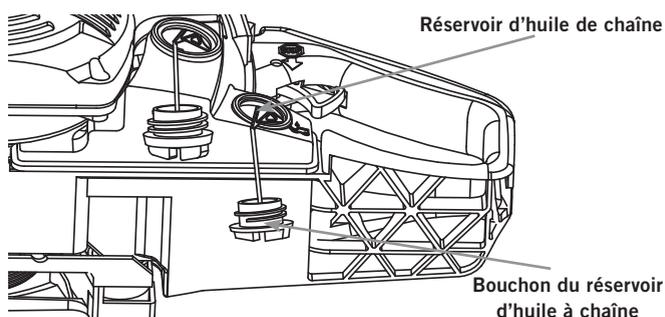

Fig. 22
3. Dévissez le bouchon du réservoir d'huile de chaîne (Fig. 22).